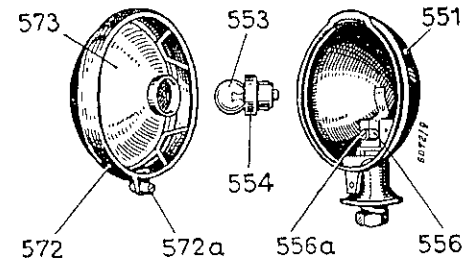

Bild 17. Seitenlaterne L 75, zerlegt
a) Seitenlaterne L 75 (Bild 17).